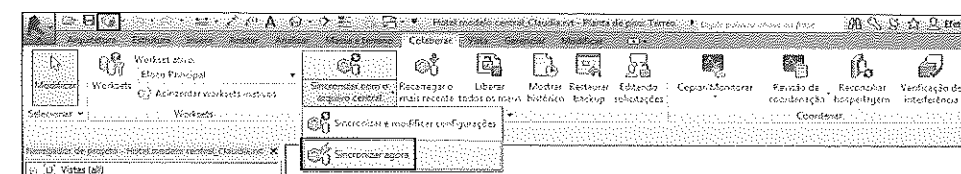

Figura 19.54 – Ferramenta Sincronizar agora.
- Para enviar as modificações para o arquivo central e torná-las disponíveis a outros usuários, devemos usar o comando **Sincronizar agora**, em **Sincronizar com o arquivo central**, na aba **Colaborar**, ou acessar a barra de acesso rápido, Figura 19.54.